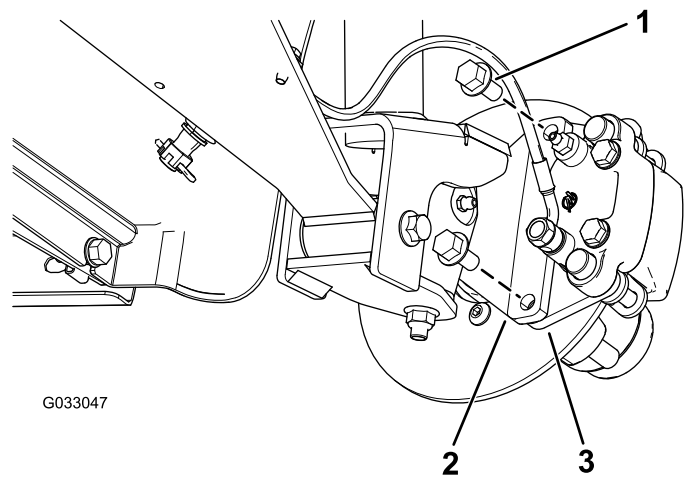
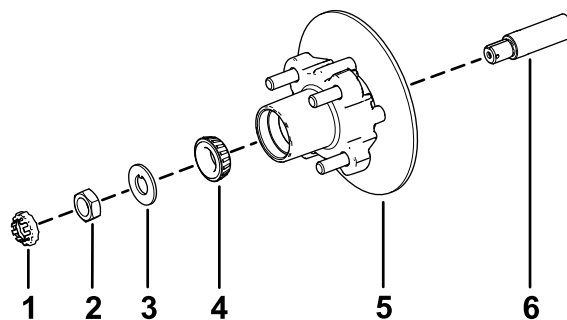

Figure 32
Figure 36
3. Retirez les boulons à embase ( $\frac{3}{8} \times \frac{3}{4}$  po) qui fixent le support du frein à la fusée et séparez le frein de la fusée (Figure 32).
1. Appliquez une fine couche de la graisse spécifiée sur la fusée (Figure 36).
2. Montez le moyeu et le disque sur la fusée, en plaçant le disque à l'intérieur (Figure 36).
3. Montez le roulement extérieur sur la fusée et poussez-le contre la bague extérieure (Figure 36).
4. Placez la rondelle à languette sur la fusée (Figure 36).
5. Vissez l'écrou de fusée sur la fusée et serrez-le à 15 N·m (11 pi-lb) tout en tournant le moyeu pour asseoir le roulement (Figure 36).
2. Placez les plaquettes de frein de chaque côté du disque (Figure 32), puis alignez les trous du support d'étrier et les trous du support de frein sur le porte-fusée (Figure 36).
3. Fixez le support d'étrier au porte-fusée (Figure 32) à l'aide des 2 boulons à embase ( $\frac{3}{8} \times \frac{3}{4}$  po).